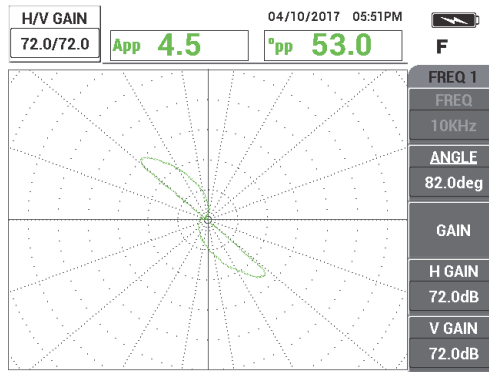

Abbildung 5-161 Verstärkung von FREQ 1 einstellen
4. Drücken Sie die Direktzugriffstaste **GAIN (dB)** und erhöhen Sie die Verstärkung von Frequenz 1 bis das Lochsignal über 6 vertikale Skalenteile hoch reicht (siehe Abbildung 5-161 auf Seite 259).